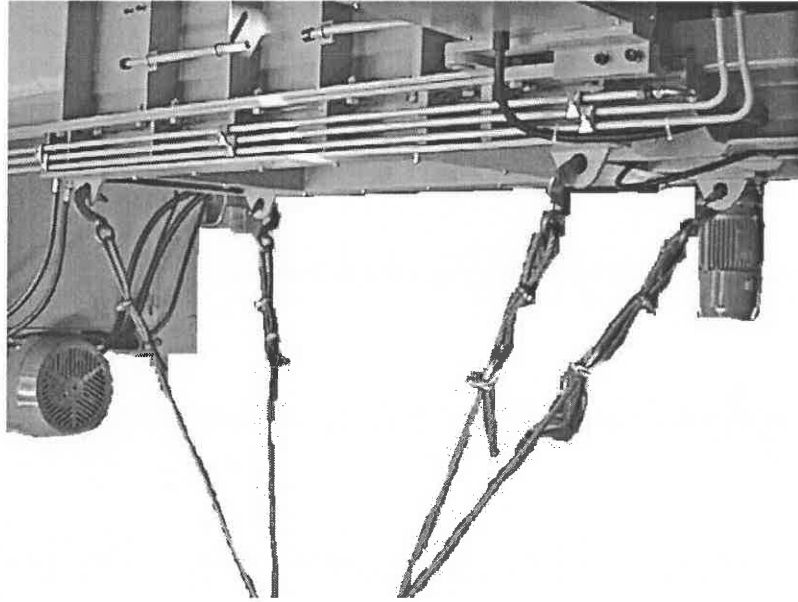

Figure 1-1
1. 機械は入り口の4つの耳部から吊り上げる。その時必ずホッパーを先に外し、その損傷を防ぐ。(図1-1参照)。
The machine be hanging from four ear hole be side the hopper. But must remove the hopper to prevent injured it. (Figure 1-1)